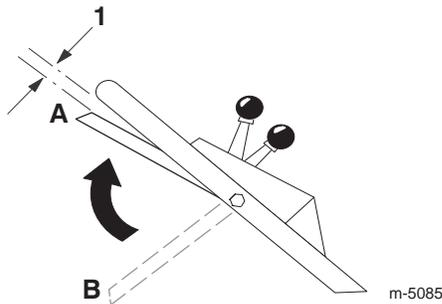

Figura 13
- Levante la barra de control hasta unos 2,5 cm del manillar; consulte la posición **A** de la Figura 13.